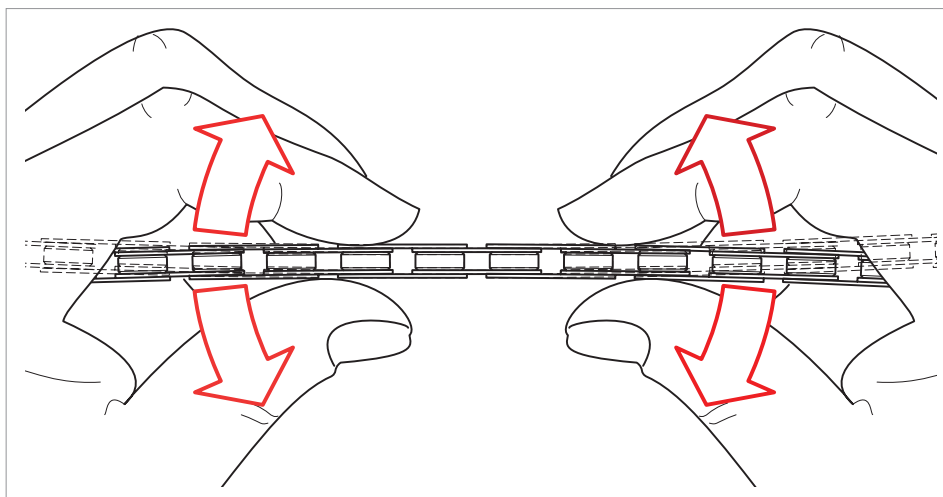

Abb.22
- Gegebenenfalls die Beweglichkeit der Kette (Abb.22) durch leichtes seitliches Hin- und Herbiegen wiederherstellen.